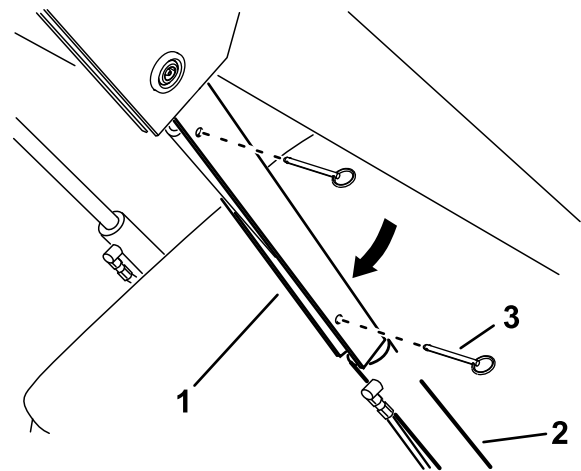

Figure 39
5. Glissez le dispositif de blocage de vérin sur la tige du vérin (Figure 39).